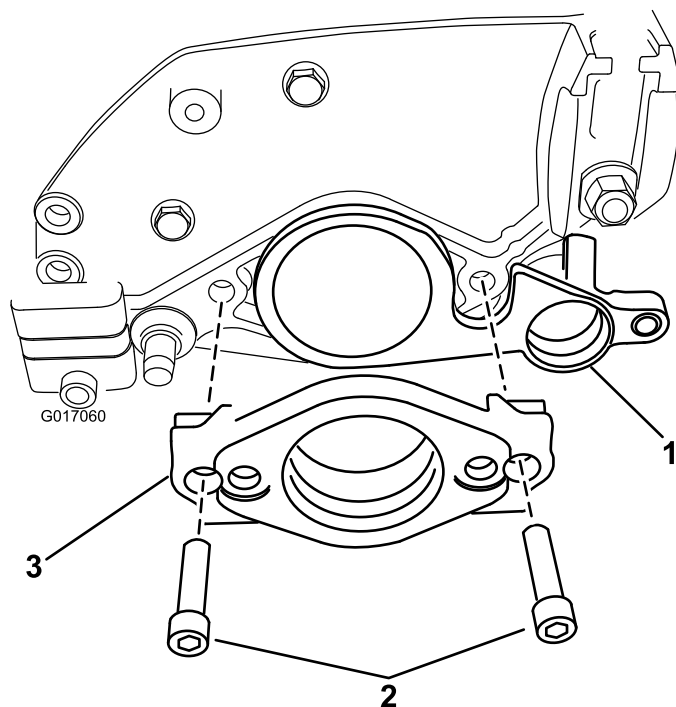

Рисунок 7
17. Другой конец вала механической щетки вставьте в опору подшипника правой боковой плиты (Рисунок 7).
18. Вставьте монтажную опору двигателя в боковую плиту. Прикрепите монтажную опору электродвигателя и боковую плиту к правому концу режущего блока двумя ранее снятыми болтами с внутренним шестигранником и гайками (Рисунок 7).